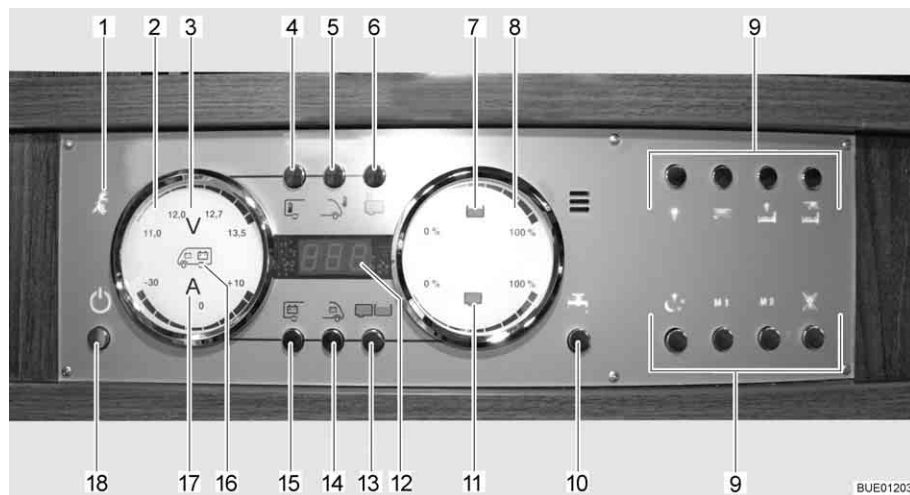

Fig. 156 Panel LT 510
Se enciende la luz de control de 230 V (Fig. 156,1) cuando hay tensión de red en la entrada del bloque eléctrico.
El interruptor principal de 12 V (Fig. 156,18) conecta y desconecta el panel y la alimentación de 12 V del habitáculo.
- Pulsar la tecla de la alimentación de 12 V (Fig. 156,18) brevemente. La alimentación de 12 V del habitáculo está conectada. La visualización de control "12 V" está encendida.
- ▷ En caso de que después de la conexión parpadeen tanto el LED "11,0" de la visualización de voltios así como el símbolo Voltios "V" (Fig. 156,3) en el instrumento indicador Baterías (Fig. 156,2), será demasiado baja la tensión de la batería del habitáculo. Cargar la batería.
- ▷ En caso de que después de la conexión parpadeen tres veces la visualización de control 12 V y el símbolo Voltios V (Fig. 156,3), estará activada la separación de batería. Desactivar la separación de batería.
- Pulsar la tecla de la alimentación de 12 V (Fig. 156,18) brevemente. La alimentación de 12 V del habitáculo está desconectada. La visualización de control "Alimentación de 12 V" se apagará.
- Pulsar la tecla Batería del habitáculo (Fig. 156,15) y mantenerla pulsada aprox. 10 segundos. El símbolo Voltios "V" (Fig. 156,3) y la visualización de control "12 V" parpadearán tres veces. La batería del habitáculo está separada de la red de a bordo de 12 V.
- Pulsar la tecla de la alimentación de 12 V (Fig. 156,18) y mantenerla pulsada aprox. 5 segundos. El símbolo Voltios "V" (Fig. 156,3) y la visualización de control "12 V" parpadearán tres veces. La batería del habitáculo está conectada a la red de a bordo de 12 V. La visualización de control estará encendida durante aprox. 5 segundos.
- Pulsar la tecla Batería del habitáculo (Fig. 156,15). El símbolo Voltios "V" (Fig. 156,3) estará encendido. Según la carga o la descarga, el símbolo Amperios "A" (Fig. 156,17) estará encendido de color blanco o bien rojo. La tensión de la batería y la corriente de la batería del habitáculo son visualizadas a través de LEDs en el instrumento indicador.
- Pulsar la tecla Batería del motor de arranque (Fig. 156,14). El símbolo Voltios "V" (Fig. 156,3) estará encendido. La tensión de la batería del motor de arranque es visualizada a través de LEDs en el instrumento indicador.
- Pulsar la tecla Depósitos (Fig. 156,13). Los símbolos Depósito de agua (Fig. 156,7) y Depósito de aguas residuales (Fig. 156,11) estarán encendidos. Los niveles de llenado del depósito de agua (escala superior) y del depósito de aguas residuales (escala inferior) serán visualizados a través de LEDs en el instrumento indicador.
El símbolo Depósito de agua (Fig. 156,7) o el símbolo Depósito de aguas residuales (Fig. 156,11) parpadeará si el depósito de agua está vacío o el depósito de aguas residuales está lleno.
A través del visualizador digital (Fig. 156,12) es posible visualizar la temperatura interior y la temperatura exterior.
- Pulsar la tecla Temperatura interior (Fig. 156,4). Indica la temperatura interior.